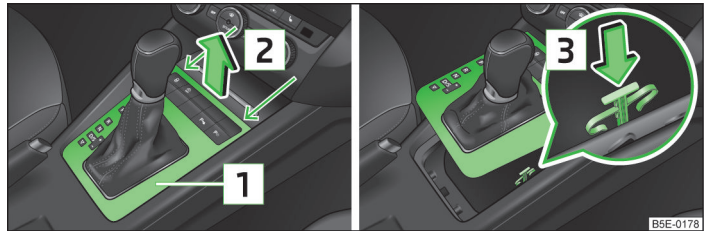

Abb. 204 Wählhebel-Notentriegelung
- › Die Abdeckung **1** im Bereich der Pfeile fassen und vorsichtig in Pfeilrichtung **2** vorn und dann hinten anheben » Abb. 204.